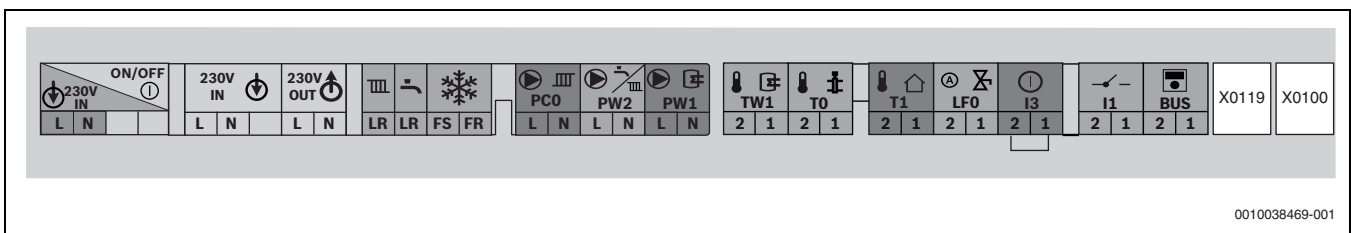

Bild 22 Klemmleiste für externes Zubehör
- Kabel an der Klemmleiste für externes Zubehör (→ Bild 22) anschließen.